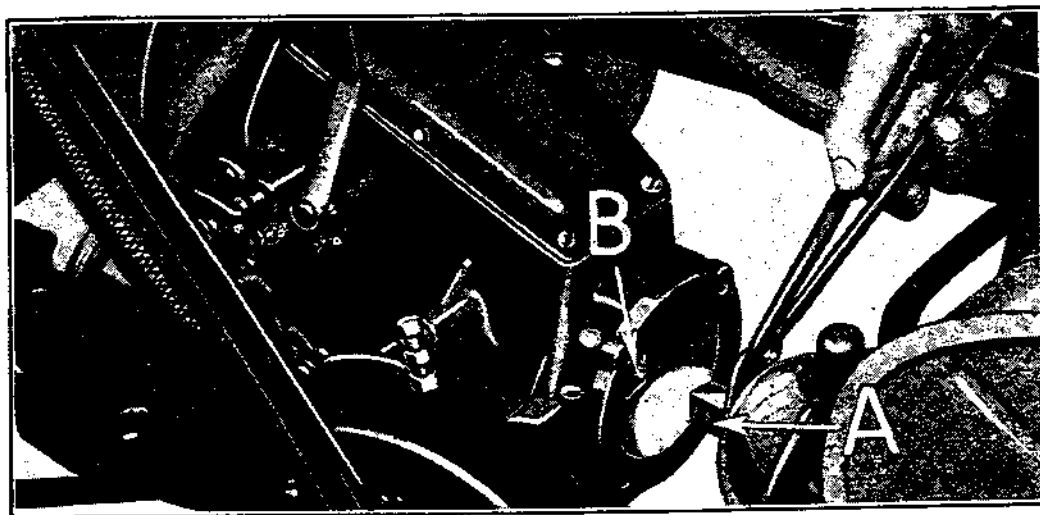

Fig. 85
**97** — Entrer le joint de cardan dans le plateau d'entraînement. Remplir de graisse consistante le carter du cardan (voir A, fig. 85) et faire passer le cardan dans le plateau d'entraînement B à l'aide d'un outil approprié. Pour effectuer ce travail, un homme se place devant la voiture et fait glisser le moteur sur le châssis pendant que le joint est introduit dans le plateau d'entraînement. Pour que le cardan puisse tourner librement pendant cette opération, il est nécessaire de soulever une des roues arrière. Le joint étant entré, engager les 2 vis de la rotule dans le carter du moteur, mais ne pas les serrer avant de passer les 2 boulons de la rotule.